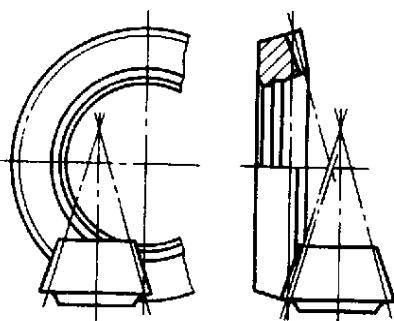

图 15
- 2.5** 准双曲面圆锥齿轮啮合，渐开线圆锥齿轮啮合和两轴线成非直角的圆锥齿轮啮合，见图15~18。